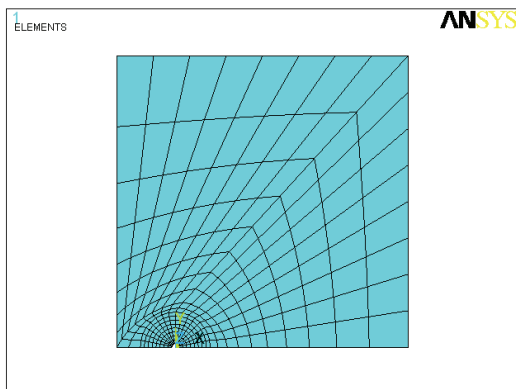

图 8-33 映射网格划分结果显示
13) 选择 Utility Menu | Plot | Elements 命令, ANSYS 显示窗口将显示映射网格划分结果, 如图 8-33 所示。